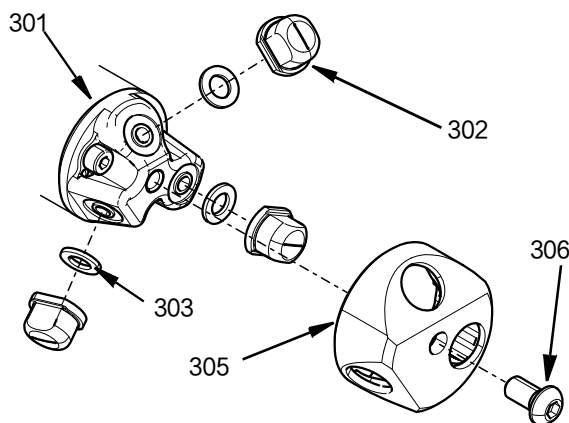

FIG. 4
1. 将三个喷嘴密封垫片 (303) 放入喷头 (301) 的匹配凹槽中。
2. 必须将喷嘴 (302) 插入喷嘴盖 (305) 中，确保喷嘴已插入喷嘴盖。
3. 插入喷嘴的喷嘴盖必须使用盖中心的 M6 六角头螺丝 (306) 牢固地固定在喷头 (301) 上。用 29.2 英寸-磅（3.3 牛·米）的扭力拧紧。参见 FIG. 4。